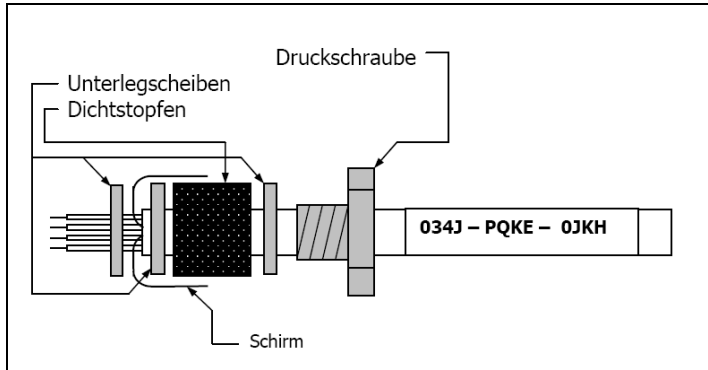

Abbildung 13: Kabelmontage
2. Entfernen Sie ca. 4 mm der einzelnen Aderisolierungen und verzinnen Sie die Ader-Enden. Schieben Sie nacheinander die Druckschraube, Unterlegscheiben, Gummidichtung der Kabelverschraubung entsprechend **Abbildung 13** über das vorbereitete Kabelende.